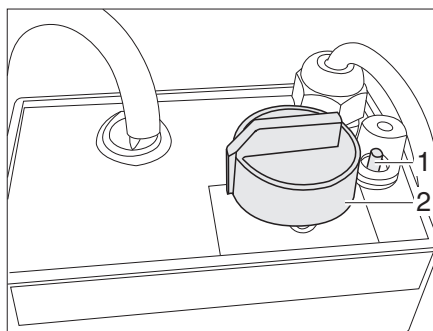

Fig. 117 Regulador para calentamiento eléctrico del piso
- Girar el regulador giratorio (Fig. 117,2) al nivel de calefacción deseado.
- Girar el regulador giratorio (Fig. 117,2) a la posición "0".
Cuando se sobrecarga el regulador, se activa la protección contra sobrecargas. El perno (Fig. 117,1) salta hacia fuera.
- Hundir el perno (Fig. 117,1) en la protección contra sobrecargas cuando se haya enfriado el regulador.